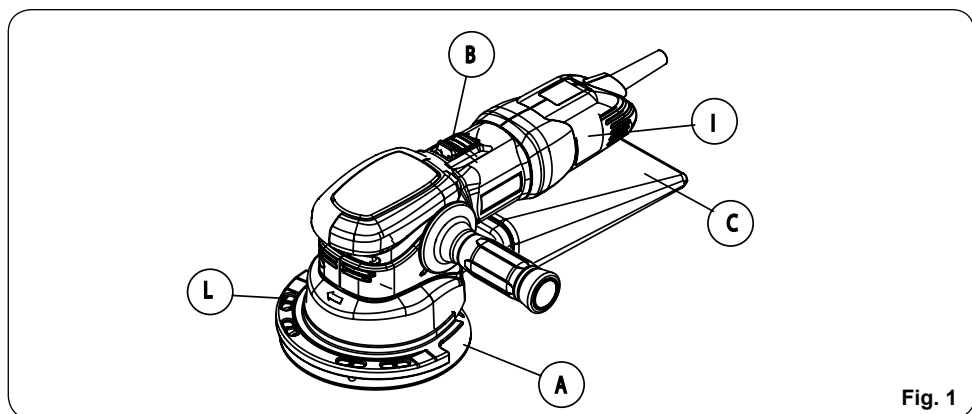
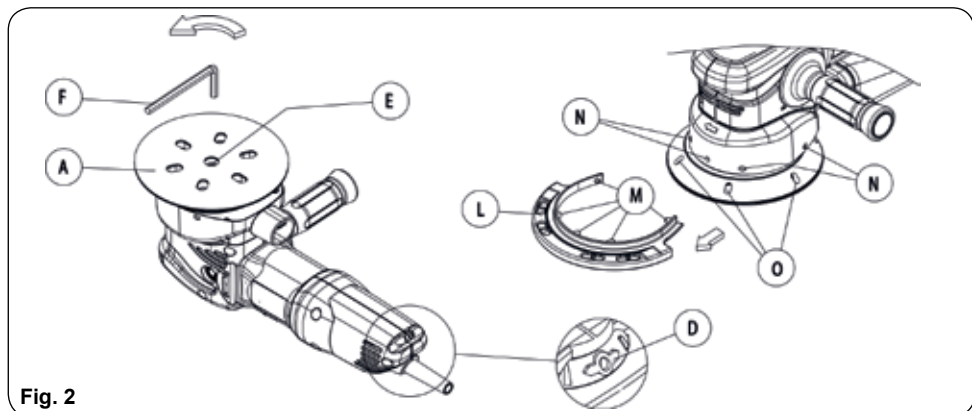

Fig. 1
Fig. 2
El protector plato (L Fig. 1 y 2), está ideado para evitar que el plato (A) toque la superficie lateral de trabajo y se produzca un rebote en la máquina, también permite alargar la vida del plato evitando choques continuos y repetidos. El montaje se realiza anclándolo de izquierda a derecha haciendo coincidir las mechas (M Fig. 2) en los alojamientos (N Fig. 2) de la campana. Para su extracción deberá realizarse la operación inversa.
El plato blando (A) tiene 6 marcas equidistantes (O, Fig. 2) repartidas en la superficie que permiten visualizar el control de la máquina para realizar trabajos de máquina orbital.
Para realizar trabajos tipo orbital, deberá combinar la regulación de la velocidad en posición "O" (D, Fig. 2) y la presión de la máquina ejercida sobre el la superficie a trabajar. Se percibe cuando la máquina está lijando en modo orbital al comprobar que las marcas (O) del plato quedan congeladas visualmente (efecto estroboscópico), consiguiendo un desbaste, dependiendo el material a trabajar.
Situar el disco abrasivo sobre el plato "A" (Fig. 1) y colocarlo haciendo coincidir sus agujeros con los agujeros del plato. Si el plato es de base adhesiva, separar con precaución el papel protector del disco con objeto de no ensuciar su parte adhesiva y presionar sobre el disco para conseguir una perfecta adherencia.
Antes de conectar la máquina a la red, comprobar que la tensión de alimentación es la misma que la indicada en la chapa de características. Mantener firmemente sujeta la máquina, y presionar hacia delante el pulsador "B" (Fig. 1) el cual se quedará enclavado en la posición de marcha. Para parar la máquina presionar simplemente sobre la parte trasera del pulsador y este retornará automáticamente a su posición de reposo.
Poner la máquina sobre la superficie de trabajo y efectuar los desplazamientos precisos para conseguir la calidad de acabado deseada. No es necesario efectuar una gran presión sobre la máquina durante el trabajo, ya que los mejores acabados se consiguen con el propio peso de la máquina. La regulación electrónica de la velocidad, permite trabajar a la velocidad idónea para cada superficie y abrasivo, lo que resulta especialmente conveniente para el lijado de materiales termosensibles, que requieren velocidades de lijado reducidas. Para la regulación de la velocidad, hacer girar el botón "D" a la velocidad de trabajo que se requiera (Fig. 2).
Extraer el protector plato (L Fig. 2) antes de cambiar el plato (A)
Desprender el disco abrasivo del plato blando (A) (Fig. 2), y quitar el tornillo "E" mediante la llave ALLEN e/c: 6 mm suministrada con el equipo.